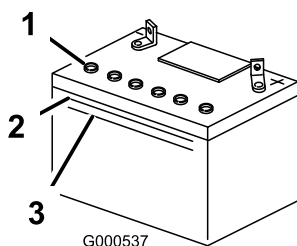

Figura 40
1. Mire hacia el lateral de la batería. El electrolito debe llegar a la línea superior (Figura 40). No permita que el electrolito esté por debajo de la línea inferior (Figura 40).
3. Retire los tapones de ventilación de la batería (Figura 40).
4. Vierta lentamente agua destilada en cada célula de la batería hasta que el nivel de electrolito llegue a la línea superior (Figura 40) de la caja de la batería.
5. Espere de cinco a diez minutos después de llenar las células de la batería. Añada agua destilada, si es necesario, hasta que el nivel de electrolito llegue a la línea superior (Figura 40) de la caja de la batería.